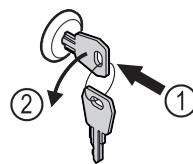

Fig. 161
- ▶ Πιέστε μέσα το κλειδί. Fig. 161 (1)
- ▶ Περιστρέψτε το κλειδί 90° αριστερόστροφα. Fig. 161 (2)